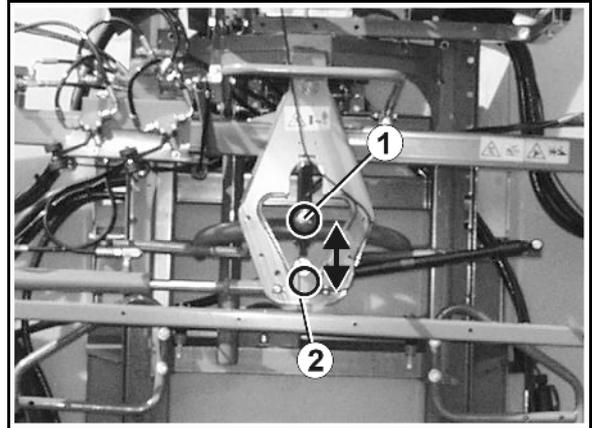

Fig. 82
Schwingungsausgleich (Fig. 82/1) entriegeln:
- Entriegelt ist der Schwingungsausgleich (Fig. 82/1), wenn im Display vom **AMATRON⁺** das geöffnete Schloss-Symbol erscheint.
- Der Schwingungsausgleich (Fig. 82/1) entriegelt und das ausgeklappte Spritz-Gestänge kann gegenüber dem Gestänge-Träger frei pendeln. Die Schutzeinrichtung vom Schwingungsausgleich ist hier zur besseren Demonstration entfernt.
Schwingungsausgleich (Fig. 82/2) verriegeln:**VORSICHT**
Verriegelt ist der Schwingungsausgleich (Fig. 82/2), wenn im Display vom **AMATRON⁺** das geschlossene Schloss-Symbol erscheint.